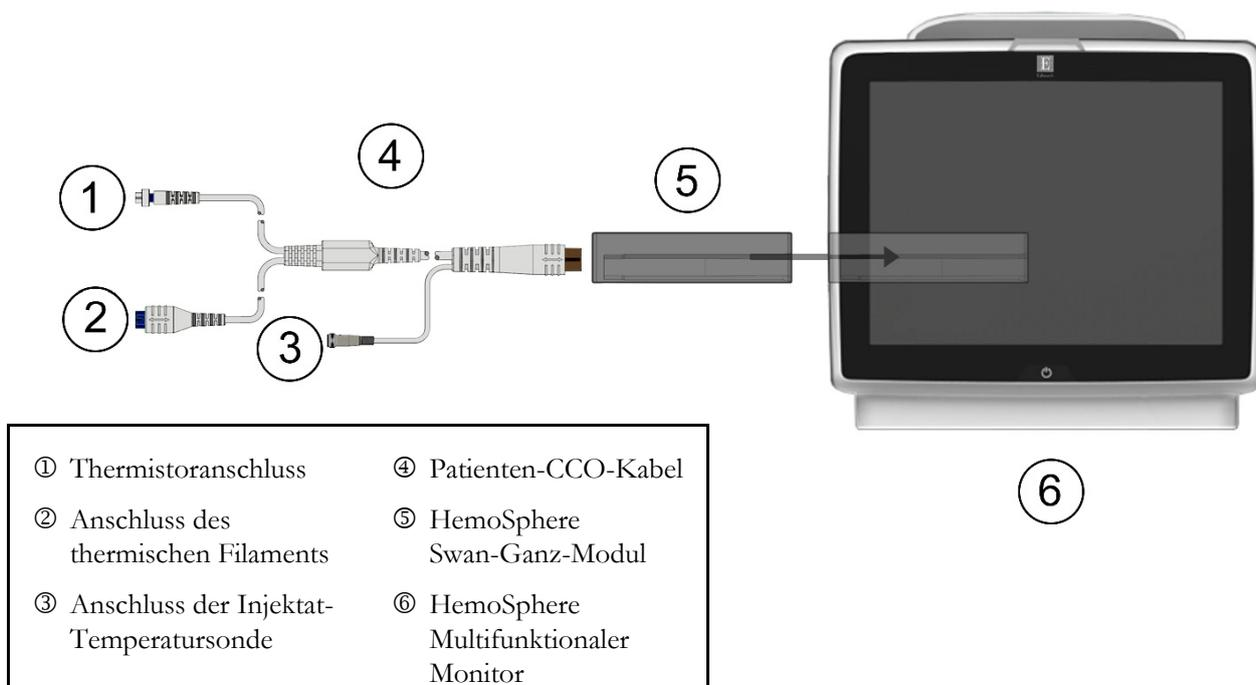

Abbildung 4-1 HemoSphere Swan-Ganz-Modul – Übersicht der Anschlüsse zur Überwachung
Eine Übersicht über die Anschlüsse zur Überwachung mit dem HemoSphere Swan-Ganz-Modul finden Sie in Abbildung 4-1.
- 1 Verbinden Sie den Thermistoranschluss ① und den Anschluss des thermischen Filaments ② des Swan-Ganz CCO-Katheters (Abbildung 4-1) mit dem Patienten-CCO-Kabel.
- 1 Verbinden Sie den Thermistoranschluss des Swan-Ganz-Katheters (①, Abbildung 4-1) mit dem Patienten-CCO-Kabel.
- 2 Schließen Sie die Injektattemperatursonde an den Anschluss für die Injektattemperatursonde ③ des Patienten-CCO-Kabels an. Der Injektatsondentyp (leitungsintegrierte Sonde oder Bad-Sonde) wird automatisch ermittelt.
- 1 Verbinden Sie den Thermistoranschluss ① und den Anschluss des thermischen Filaments ② des Swan-Ganz-Volumetriekatheters (Abbildung 4-1) mit dem Patienten-CCO-Kabel.